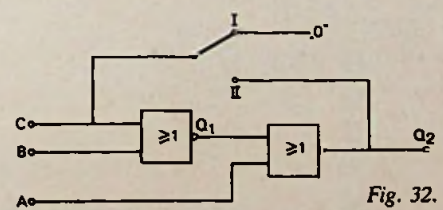

Fig. 32.
7. In fig. 32 is het punt C eerst door middel van de schakelaar, die in stand I staat, verbonden met een punt, waarvan de spanning de binaire waarde „0” heeft.